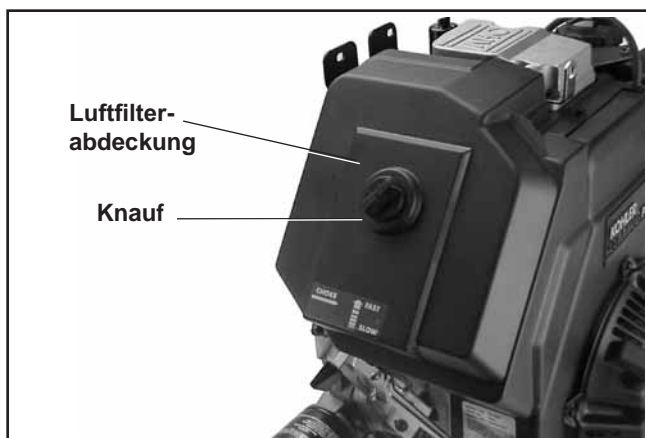

Abbildung 11-60. Luftfilterabdeckung einbauen.
7. Entfernen Sie die Luftfilterabdeckung und den Drehknopf. Siehe Abbildung 11-60.